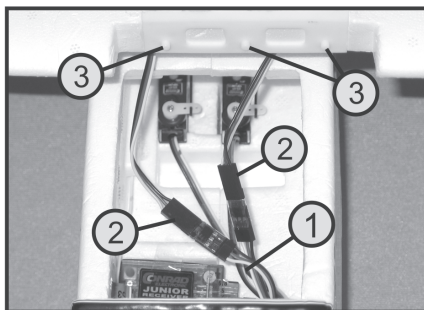

Figure 8
- Enfoncez les trois tétons en plastique du support des ailes (voir fig. 8, pos. 3) exactement dans les trous du pendanct correspondant du bord supérieur du cockpit (1).